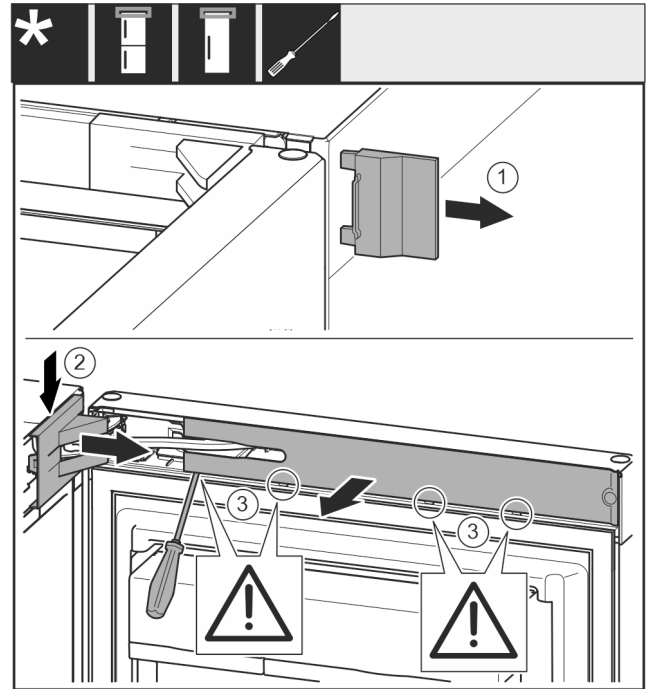

Fig. 7
- ▶ Odoberte vonkajší kryt. Fig. 7 (1)
- ▶ Odistite a uvoľnite kryt ložiskovej konzoly. Odoberte kryt ložiskovej konzoly. Fig. 7 (2)
- ▶ Kryt odistite plochým skrutkovačom a vyklopte nabok. Fig. 7 (3)